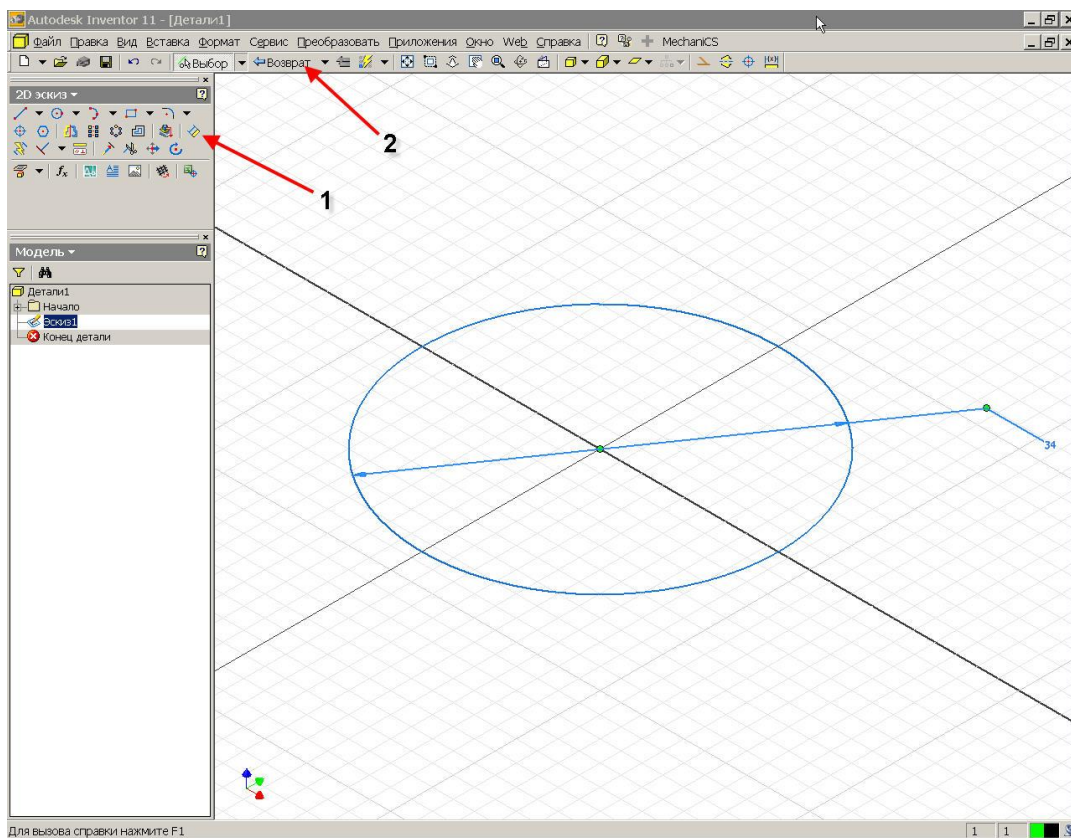

Рис. 38. Работа с конструктивными элементами (выдавливание)
Строим эскиз для ступени оси наибольшего диаметра. Сначала рисуем окружность произвольного диаметра. Затем с помощью инструмента "Размеры (D)" (рис. 38, поз. 1) указываем диаметр окружности – 34 мм. Для удобства представления эскиз показан в изометрическом виде. Для перехода в изометрический вид можно нажать клавишу F6 или выбрать его из контекстного меню по нажатию правой клавиши мыши.
Когда эскиз полностью определен – нажимаем кнопку "возврат" (рис. 38, поз. 2) или из контекстного меню "принять эскиз".